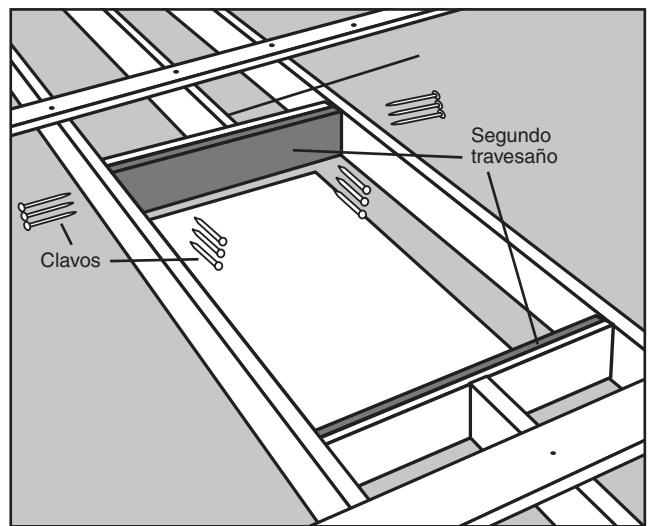

FIGURA 16
La Figura 10 muestra dónde marcar la viga(s) que atraviesa su ubicación elegida. Observe que la viga(s) debe marcarse detrás del borde de su ubicación a una distancia de 2 veces el espesor de la viga (usualmente 3 pulgadas). Esto deja espacio para colocar dos travesaños del tamaño de viga contra cada extremo de la viga(s) cortada, (Vea la Figura 16 en la página 29).
- PASO 6.** Coloque un segundo travesaño contra el primer travesaño y clávelo al primer travesaño con (3) clavos 16d entre cada viga (Vea la Figura 16).
- PASO 7.** Clave (3) clavos 16d a través de las vigas dentro de cada extremo del segundo travesaño (Vea la Figura 16).